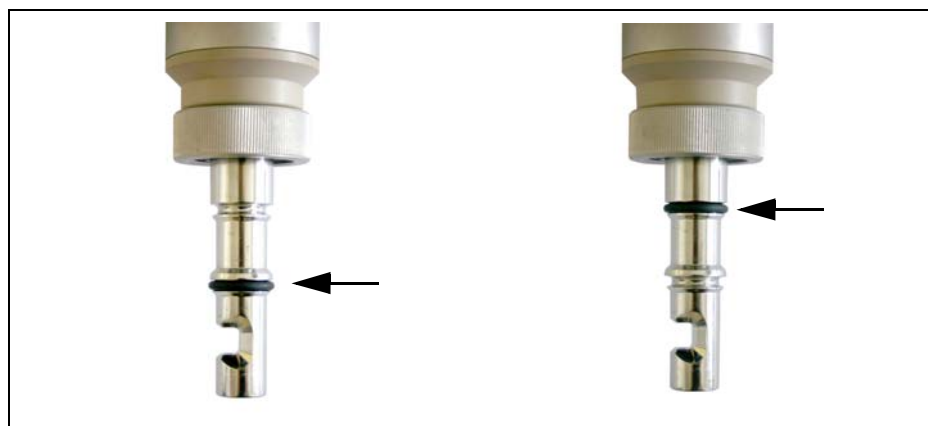

Fig. 16 Anillo tórico en la muesca inferior (a la izquierda) o la muesca superior (a la derecha)
3. Inserte un anillo tórico en la muesca inferior o superior (v. la fig. 16).